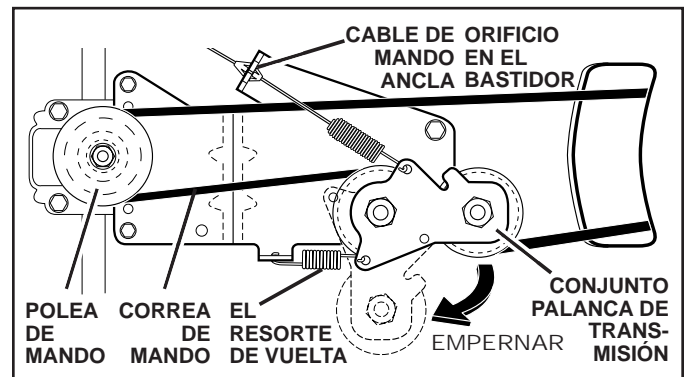

FIG. 18
3. Quitar el cable del mando de la ancla, luego separar el cable y el resorte de vuelta del conjunto palanca de transmisión (Vea la Figure 18).
- Instalar la nueva correa de mando en el conjunto de la palanca de transmisión, luego alrededor de la polea de mando. Asegurarse de que la correa se halle al interior de los dispositivos de fijación de la correa (Vea Fig. 18).